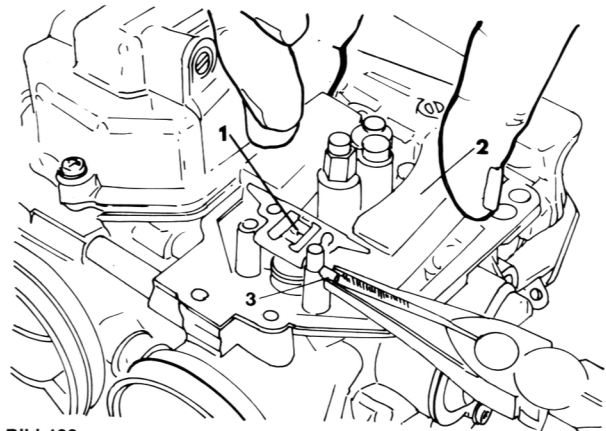

Bild 128
- Schwimmer und Schwimmerventil entfernen (Bild 128). Die Richtung der Klammer beachten, damit beim Einbau die ursprüngliche Lage gewährleistet ist.